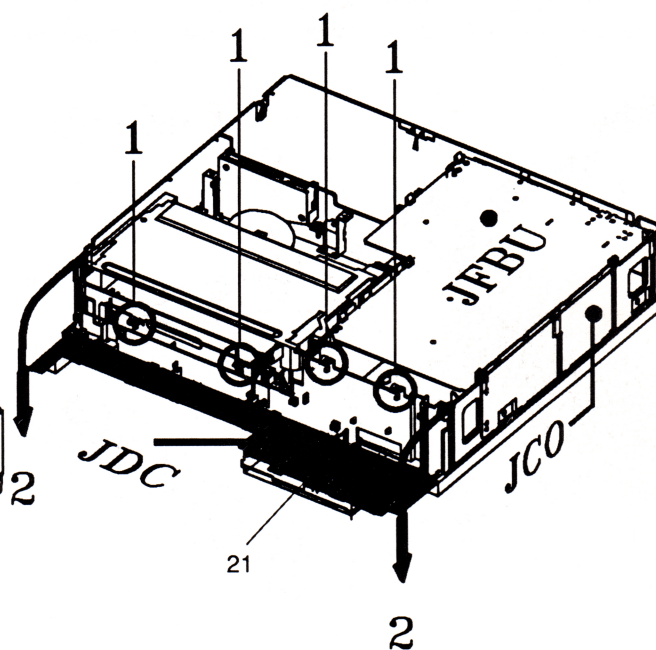

Fig. 10
- Door ontgrendeling van de klikhaakjes (zie afb. 10) kan men de bedieningsprint eruit nemen.